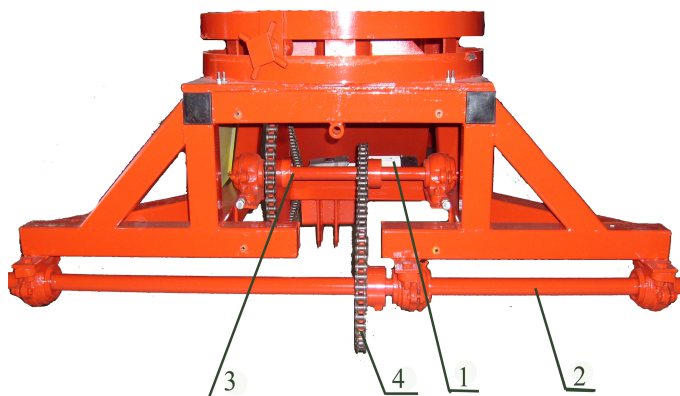

Рис.6 1.МОТОР-РЕДУКТОР
3.6. Механизм самохода (рис.6) служит для осуществления движения метателя вперед и назад в режимах рабочей и транспортной скоростей.